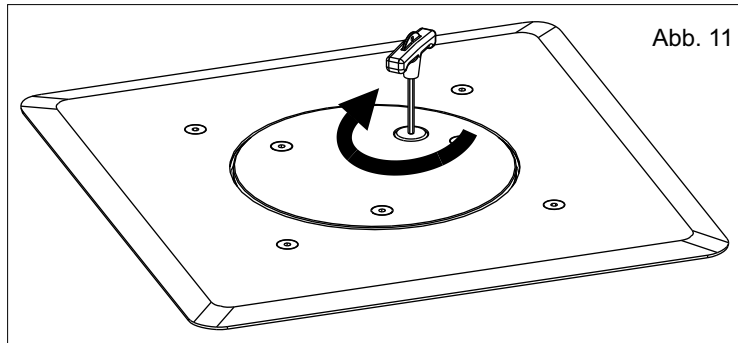

Abb. 11
6.3. Wenn der Poller komplett heruntergefahren ist, den Schlüssel im Uhrzeigersinn drehen und den Verschluss wieder festschrauben um den Poller erneut zu blockieren (Abb. 11).